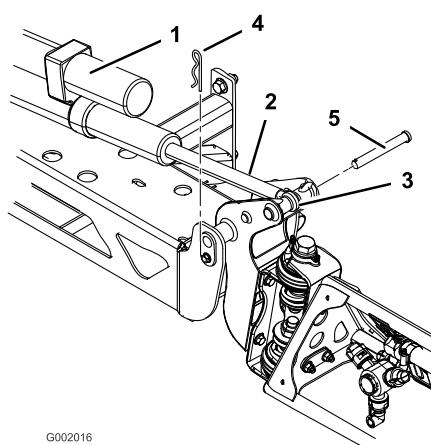

図 36
る(図 36)。
3. ブームを持ち上げて、ピンを外す(図 36)。ブームをゆっくりと床まで降下させる。
6. ブームを持ち上げて、ピボットをアクチュエータ・ロッドに整列させる。ブームを支えながら、ブームのピボットとアクチュエータ・ロッドにピンを通す(図 36)。